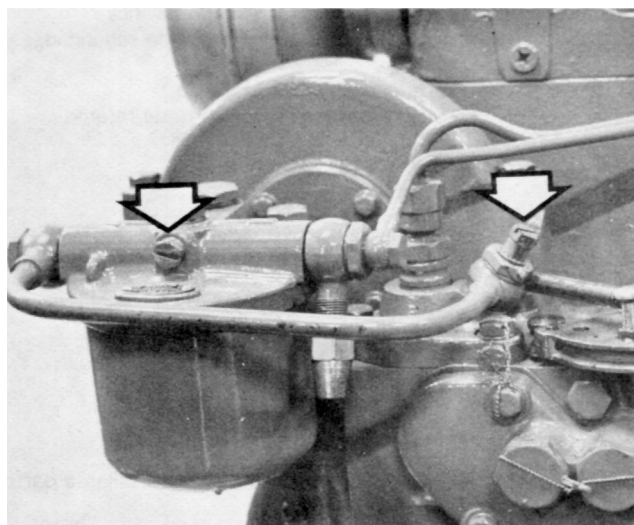

Fig. 45. Luftningsskruvar för bränslesystem
1. Öppna luftningsskruven på finfiltret. Se fig. 45.
1. Skruva bort den ena luftningsskruven, se fig. 45, och anslut i dess ställe en manometer.